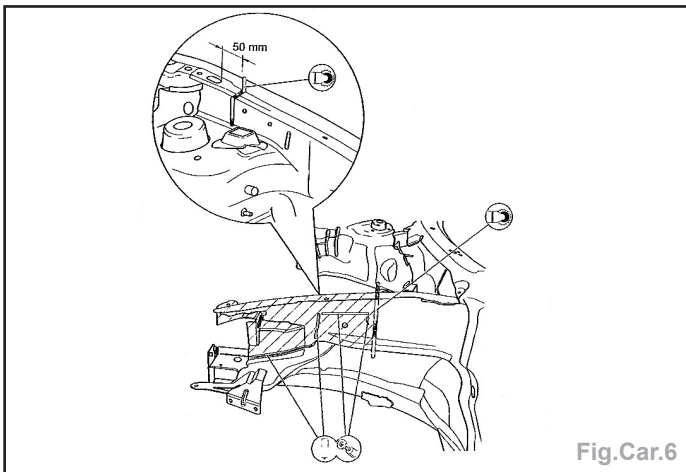

Fig.Car.6
- Tracer, puis découper à l'aide d'une meule assiette ou d'une scie alternative (Fig.Car.6).